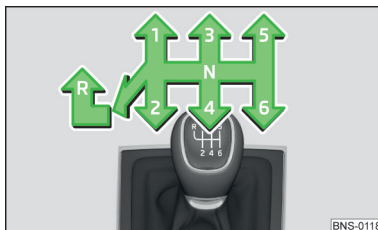

Fig. 251
La boîte de vitesses comporte un schéma représentant les différents rapports. » fig. 251 .
- Placez le levier de vitesse complètement vers le bas et vers la gauche plus vers l'avant en position **R** » fig. 251.